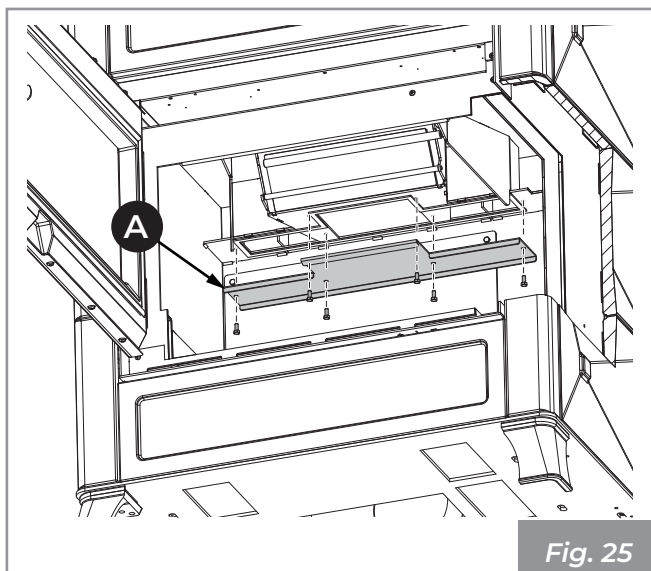

Fig. 25
Remover la tapa del colector de humos (A) (Fig. 25).